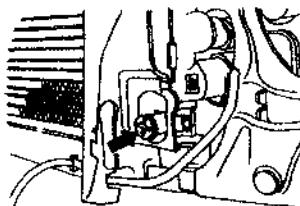

图 1.2 拆下冷却液螺堵
- ④ 拆下散热器上的防水堵，排放发动机冷却液。如图 1.2 所示，拆下冷却管和真空管时，先拆下冷却液螺堵。